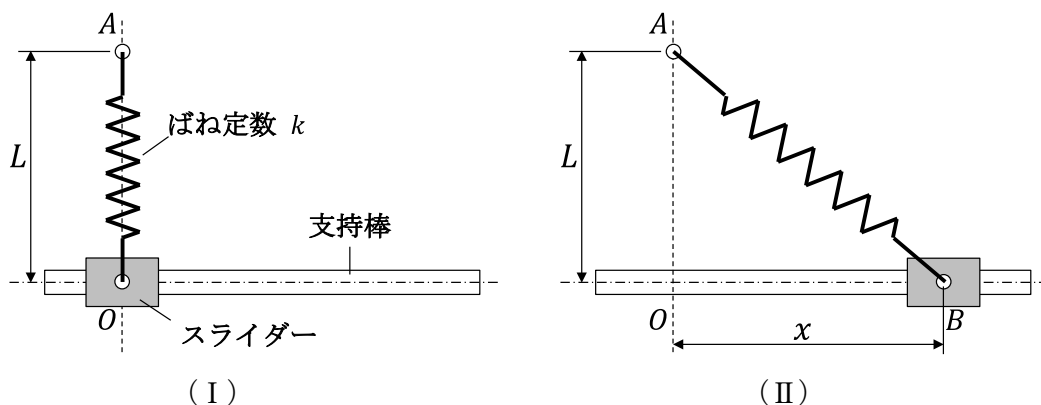

図2-1
問1 図2-1 (I) のような、点 A と質量 m のスライダーがばね定数 k のばねでつながれた機構があり、スライダーは支持棒に沿って摺動する。スライダーを図2-1 (II) のように点 O から点 B まで x の距離を移動させた後、離すと支持棒に沿って点 O 方向に向かって動き出す。そのときのスライダーの加速度 a の大きさを求めなさい。但し、ばねの自由長を L とし、スライダーと支持棒との間の摩擦はないものとする。